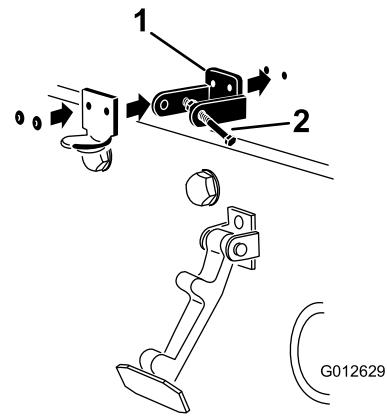

Figure 8
- Alignez les trous de montage, puis positionnez le support de loquet CE et le support de loquet du capot sur le capot. Le support de loquet doit être appuyé contre le capot (Figure 8). Ne retirez pas le boulon et l'écrou du bras de support de loquet.
- Rivez les supports et les rondelles sur le capot (Figure 8).